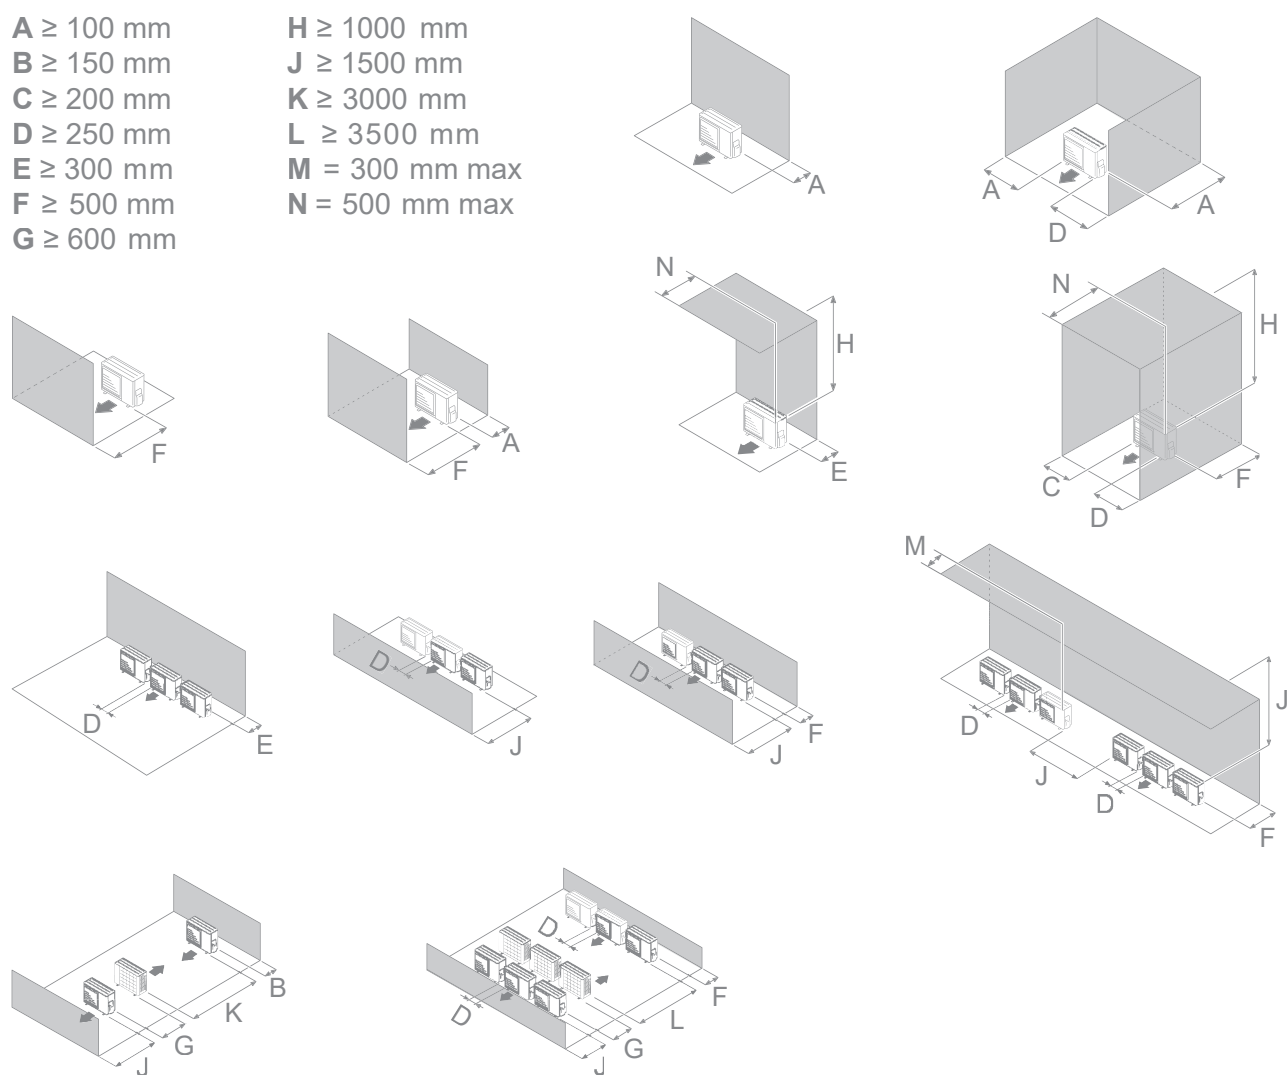

fig. 18 - Dégagements minimum d'installation autour de l'unité extérieure
- En fonctionnement, de l'eau peut s'évacuer de l'unité extérieure. Ne pas installer l'appareil sur une terrasse, mais préférer un endroit drainé (lit de graviers ou sable). Si l'installation est réalisée dans une région où la température peut être inférieure à 0°C pendant une longue période, vérifier que la présence de glace ne présente aucun danger. Il est aussi possible de raccorder un tuyau d'évacuation sur le bac de récupération de condensats (option) (*"Fig. 18 page 17*).